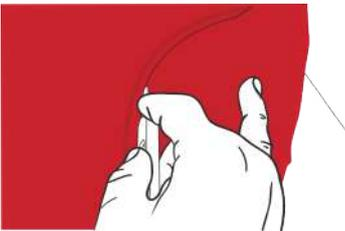

Figure 30
- › Pour réaliser la découpe, la lame du cutter doit être placée contre le bord de la pièce adjacente. Réaliser la coupe en restant toujours dans le prolongement de cette arête cutter incliné vers l'extérieur. (FIG. 30)